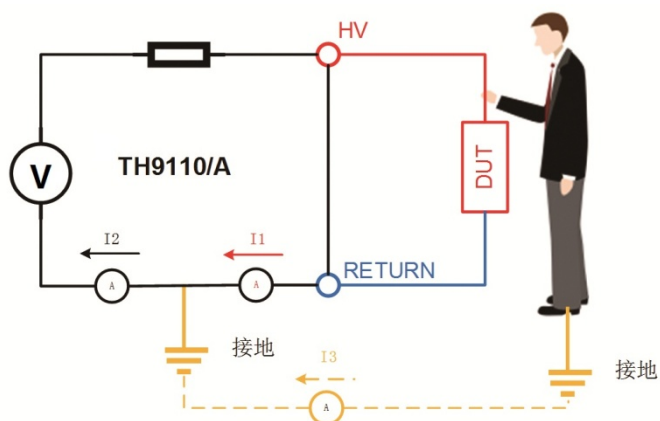

图 4-5
- 触电保护设置为开启 ON 时，当操作人员与高压输出端接触时，如图 4-5 所示，电流表分别测得不同的电流值，则流经人体的电流 $i_3 = i_2 - i_1$ ，当 i_3 超过限值时，立即切断高压输出，以达到保护操作人员的安全。